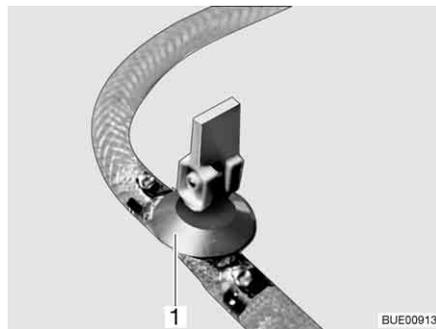

Fig. 178 Rubinetto di scarico
- Chiudere il rubinetto/i rubinetti di scarico. A questo scopo posizionare orizzontalmente la leva a bilanciere (Fig. 178,1).
- Aprire il rubinetto/i rubinetti di scarico (Fig. 178). A questo scopo posizionare verticalmente la leva a bilanciere (Fig. 178,1). Il boiler viene svuotato verso l'esterno.